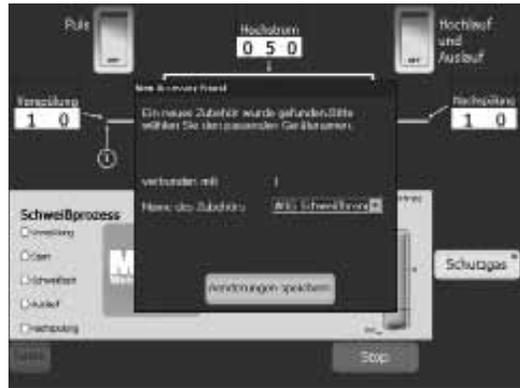

Abb. 1 – Bildschirm Zubehör
7. Auf dem Bildschirm des Netzteils M200 erscheint ein Zubehörfenster. Wählen Sie **TIG TORCH** (TIG-SCHWEIßGRIF) aus der Dropdown-Liste. Abb. 1.